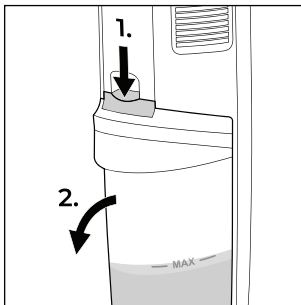

Fig. 20
- Vacíe el depósito de agua sucia ② después de cada uso y cuando el agua sucia alcance la marca MAX.
- Al vaciar el depósito de agua sucia ②, asegúrese de que el desagüe (p. ej., del lavabo) no quede atascado con pelos o restos grandes de suciedad.
- Si el depósito de agua sucia ② se llena, el flotador ⑧ apaga el motor de aspiración automáticamente.
- ◆ Para vaciar el depósito de agua sucia ②, proceda de la siguiente manera:
1. Presione hacia abajo el botón situado sobre el depósito de agua sucia ② (consulte la fig. 20). Sujete el agarre del depósito de agua sucia ② mientras presiona el botón hacia abajo.
2. Tire del depósito de agua sucia ② hacia delante para extraerlo del aparato (consulte la fig. 20).